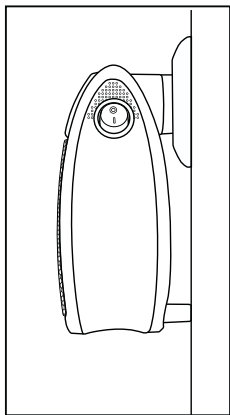

Fig. 1
- Aparatul trebuie operat numai conectat la priză, în poziție verticală și complet montat. Distanțierea ⑩ trebuie să atingă peretele (a se vedea fig. 1).